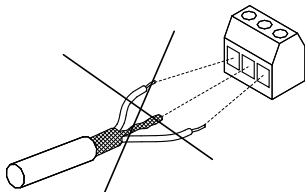

Fig. 21 No retuerza los extremos de la pantalla
- Hay que evitar terminar la pantalla retorciendo los extremos. Véase la fig. 21. Utilice abrazaderas para cables o entradas para cable roscadas según EMC en su lugar.